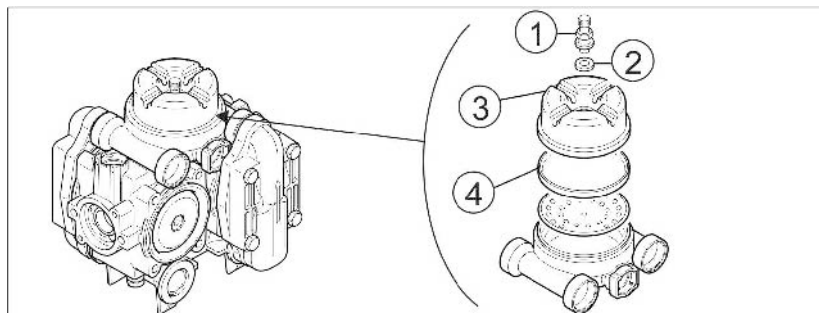

Fig. 203
2. Si nécessaire, rajoutez de l'huile lorsque la pompe ne fonctionne pas (au maximum jusqu'au marquage (Fig. 203/1).
5. Faites tourner l'arbre d'entraînement à la main alternativement à droite et à gauche tout en versant lentement l'huile neuve. Le volume d'huile versé est correct lorsque l'huile arrive au repère (Fig. 203/1) dans le vase.